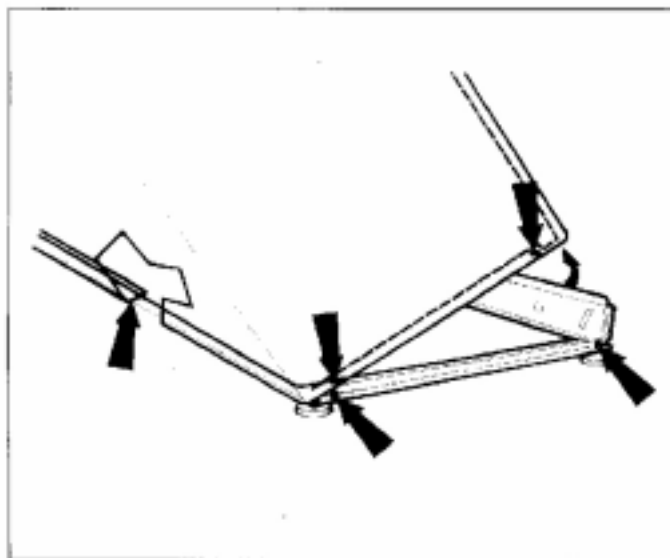

Fig.29
- Coloque o Gabinete na Lavadora, tendo o cuidado de introduzir a Aba Inferior Frontal do Gabinete por baixo da base, e apoiando as laterais por sobre as abas laterais da base. Veja fig.29